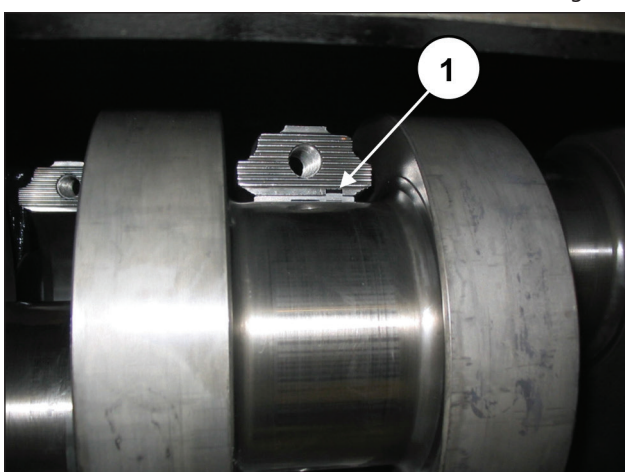

Fig. 58
**Para montar correctamente los cojinetes, la lengüeta de referencia de los semicojinetes debe encajar en el alojamiento de la semibiela (pos. ①, Fig. 58).**